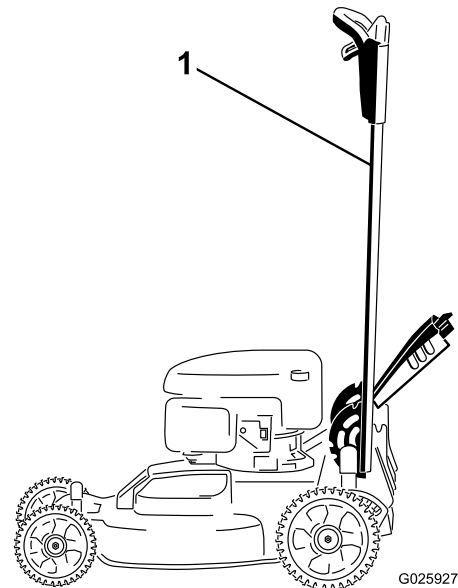

Рисунок 37
- Зафиксируйте рукоятку в вертикальном положении (Рисунок 37); см. Регулировка высоты рукоятки (страница 12).